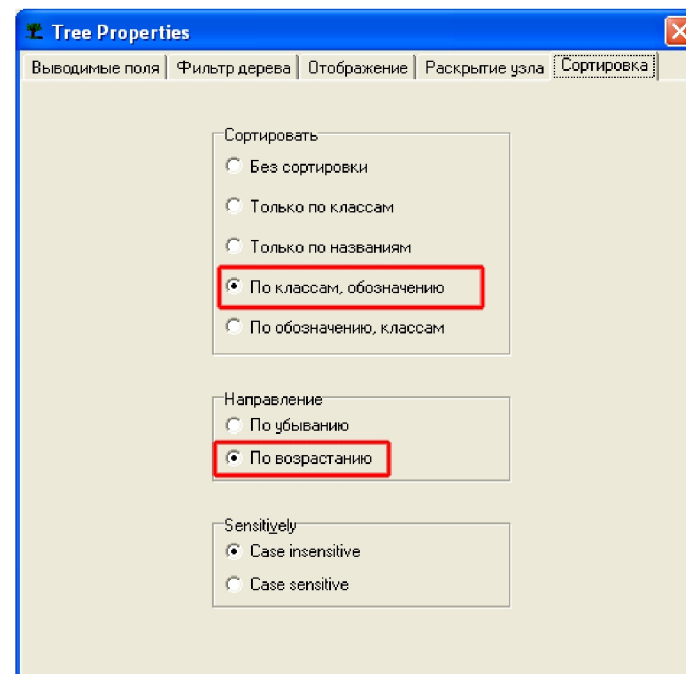

Рис. 7– Исправление вида дерева
2. На закладке «Сортировка» в поле «Сортировать» установите «По классам, обозначению», а в поле «Направлению» выберите «По возрастанию» (рис. 7).